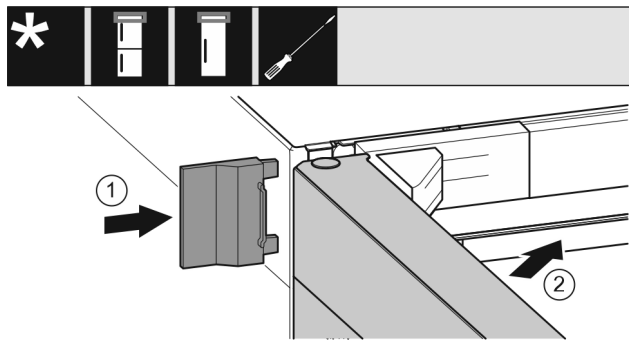

Fig. 34
- ▶ Spingere la copertura esterna. Fig. 34 (1)
- ▶ Chiudere la porta superiore. Fig. 34 (2)